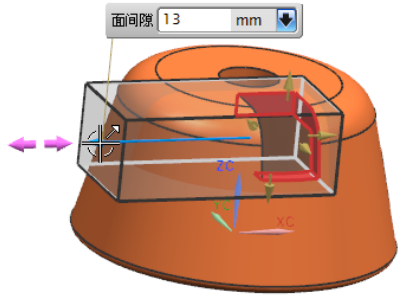

图 4-4 改变方块尺寸大小
(1) 方法一：用鼠标左键选中任一箭头，并按住不放进行拖动，此时可动态改变方块某一方向的大小，如图 4-4 所示。
(2) 方法二：用鼠标左键单击任一箭头，显示【面间隙】的屏幕输入盒，输入合适的参数值，按回车键即可改变方块某一方向的尺寸。